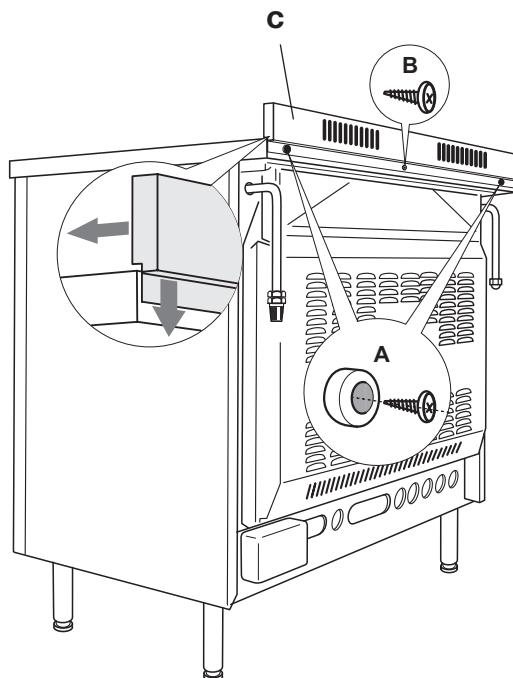

Abb. 7.2
Vor dem Aufstellen des Herds zunächst die hintere Schutzabdeckung "C" montieren (Abb. 7.2).
- Die Bolzen "A" (Abb. 7.2) abnehmen; dazu die Befestigungsschrauben abschrauben.